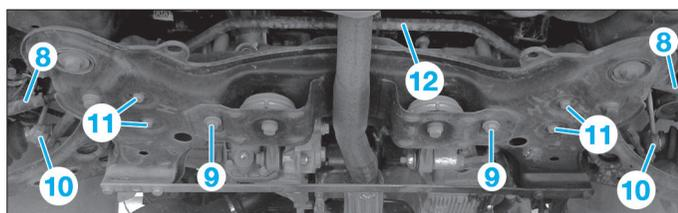

Fig. 9
- les rotules de direction des pivots (8) droit et gauche (Fig.9),
- les vis de fixation (9) du boîtier de direction sur le berceau,
- les écrous de biellettes (10) de barre stabilisatrice.
- Déposer la barre stabilisatrice (12).